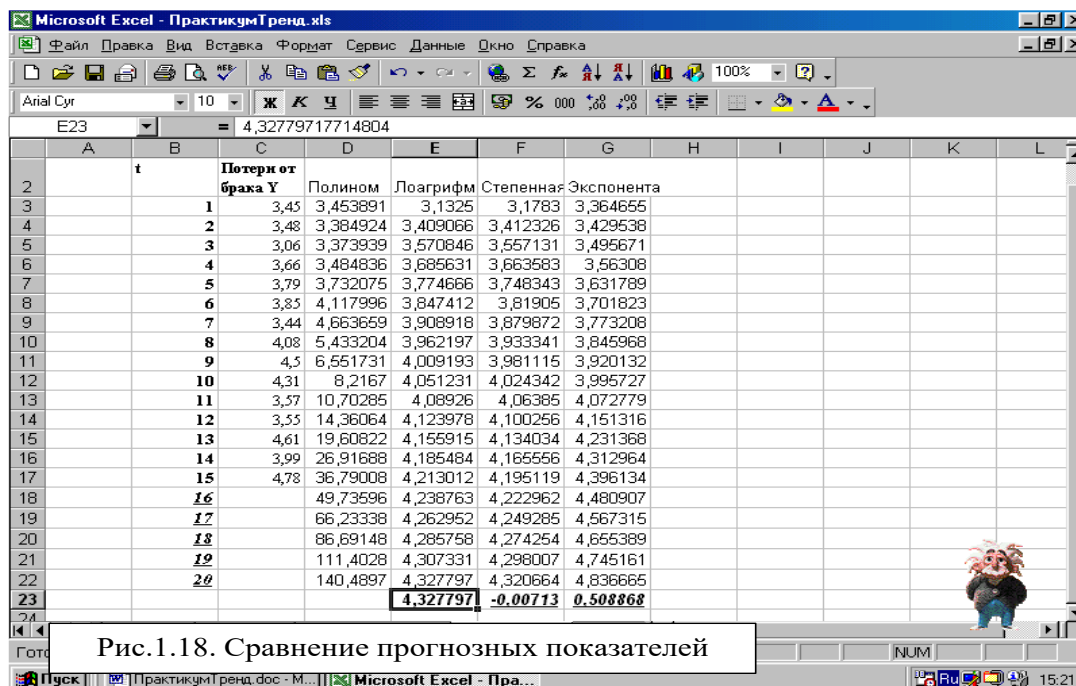

Рис.1.18. Сравнение прогнозных показателей
5.3. Самым точным является прогноз по логарифмической трендовой модели – 4,327797177 рублей на единицу продукции (Рис.1.18.);